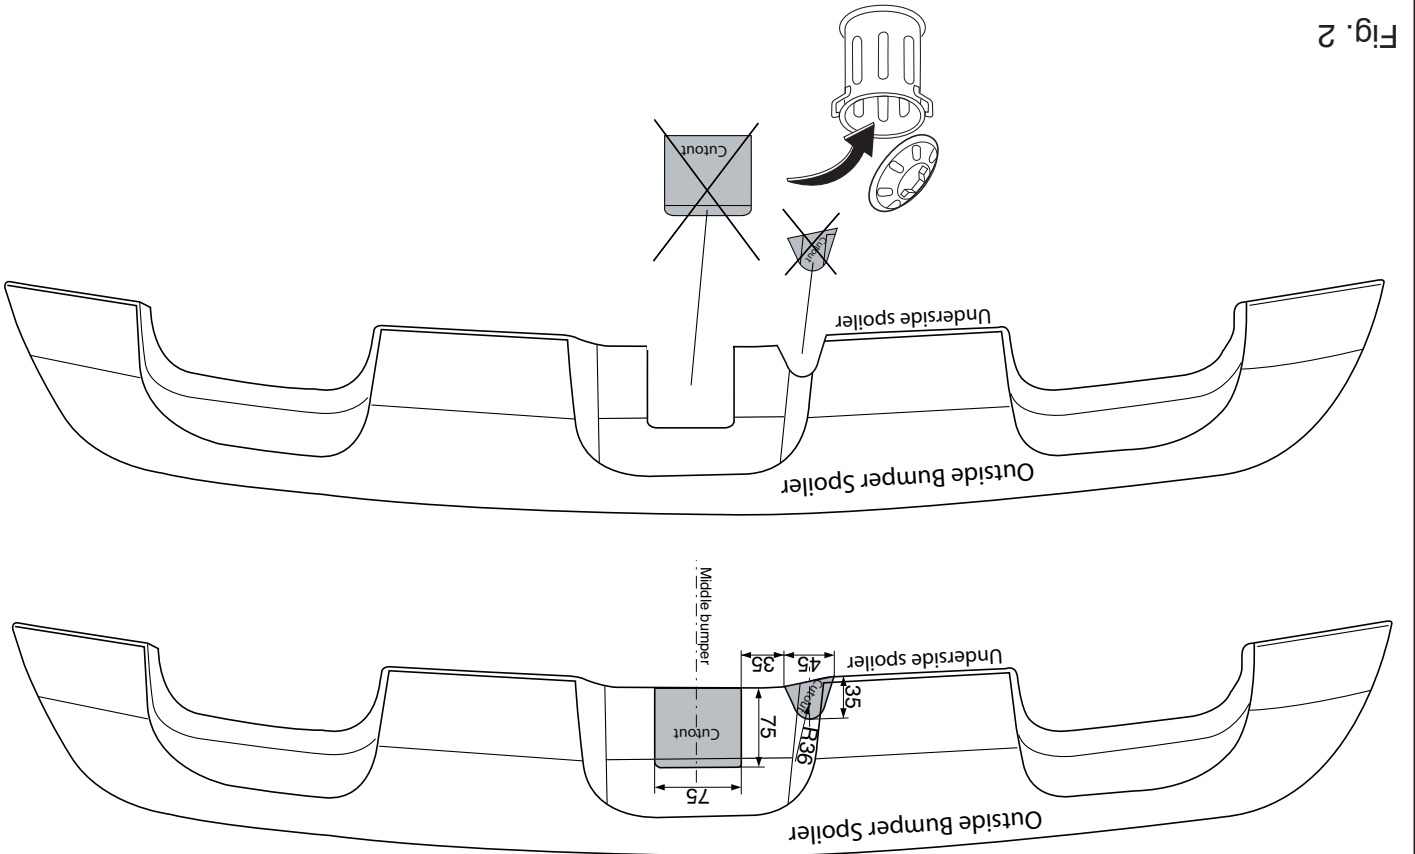

Fig. 2
4. Zaag een deel overeenkomstig fig. 2 uit spoiler.
4. Saw out a portion of the spoiler as shown in figs. 2.
4. Den angegebenen Teil gemäß Abb. 2 dem Spoiler herausschneiden.